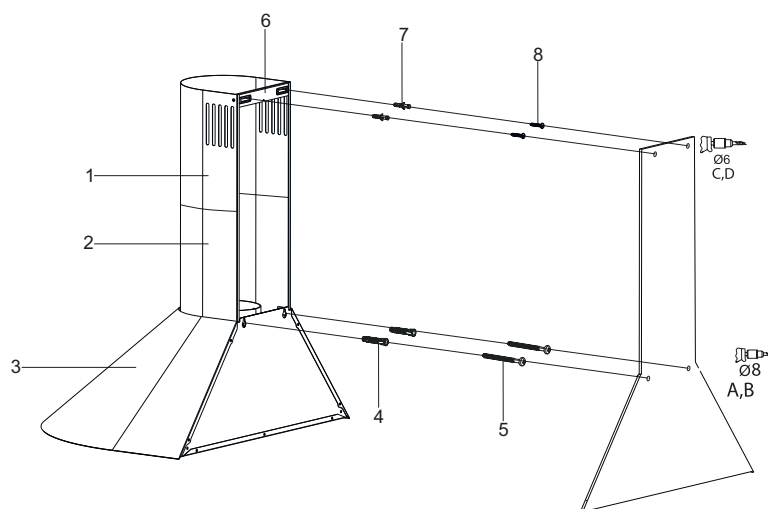

Fig. 8
- Markér punkterne A & B i forhold til den ønskede højde fra bordpladen. (Fig. 8).
- Bor huller ud på punkterne A & B med 10mm bor. Sæt 10mm rawlplugs i disse huller. Skru skruer i disse huller og lad der være 5mm afstand fra skruehoved og væggen.(Fig. 8).
- Vægbeslaget til skorstenen (6) holdes hen mod væggen der hvor den skal placeres. Herefter markeres punkterne C & D(Fig. 8)
- Bor punkter C og D med Ø 6 mm bor, og sæt Ø 6 mm rawl-plugs. Monter vægbeslaget til skorstenen med 3,9x22 skruer. (Fig. 8)